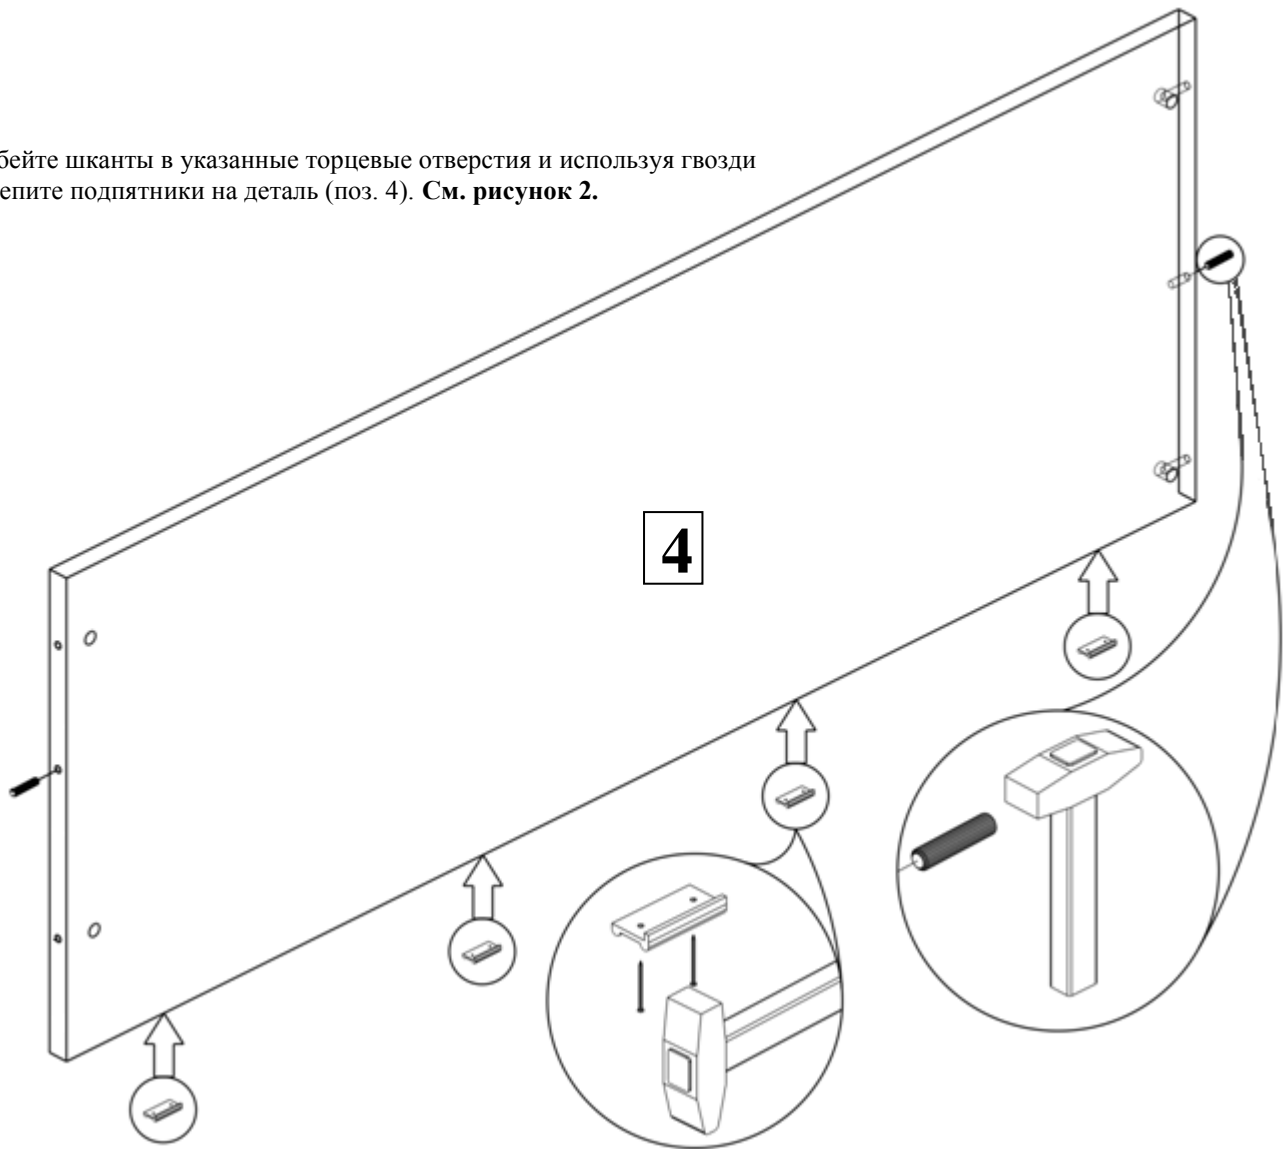

Рисунок 2.
2. Вбейте шканты в указанные торцевые отверстия и используя гвозди закрепите подпятники на деталь (поз. 4). См. рисунок 2.